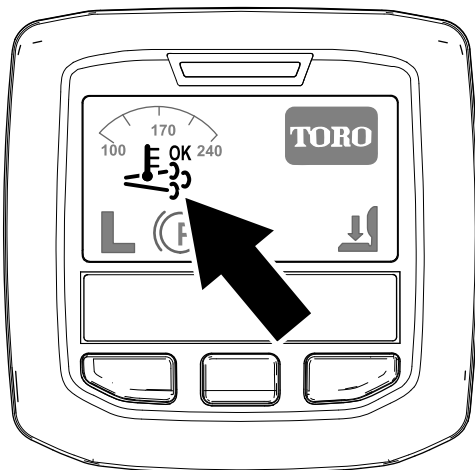

Figura 25
- Nell'InfoCenter viene visualizzata l'icona di rigenerazione assistita/ripristino (Figura 25).